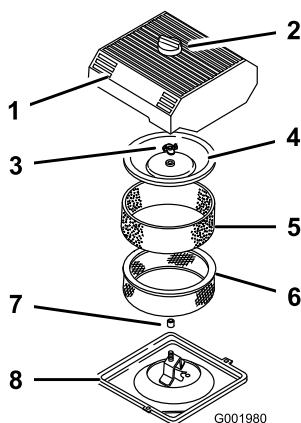

Figura 45
3. Para evitar qualquer dano, limpe à volta do filtro de ar para impedir a entrada de impurezas para o interior do motor (Figura 45).
- Desaperte o botão existente na parte superior do filtro de ar e retire a cobertura (Figura 45).
- Retire cuidadosamente o filtro de esponja, passando pelo filtro de papel (Figura 45).
- Desaparafuse a porca da cobertura e retire a cobertura e o filtro de papel (Figura 45).
- Coloque cuidadosamente o filtro de esponja, passando pelo filtro de papel (Figura 45).
- Coloque a porca da cobertura e aperte contra a cobertura (Figura 45).
- Coloque a cobertura do filtro de ar e o botão (Figura 45).